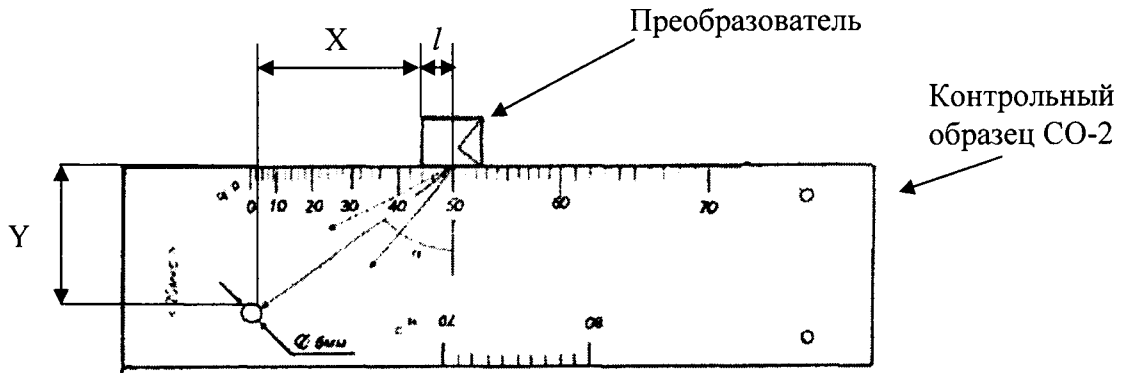

Рисунок 2
5.5.2 Установить наклонный преобразователь на поверхность контрольного образца СО-2 таким образом, чтобы фактическая точка выхода была у отметки по шкале "α°" контрольного образца, соответствующей номинальному значению угла ввода преобразователя (α_н, градус), указанному в маркировке преобразователя (рисунок 2).